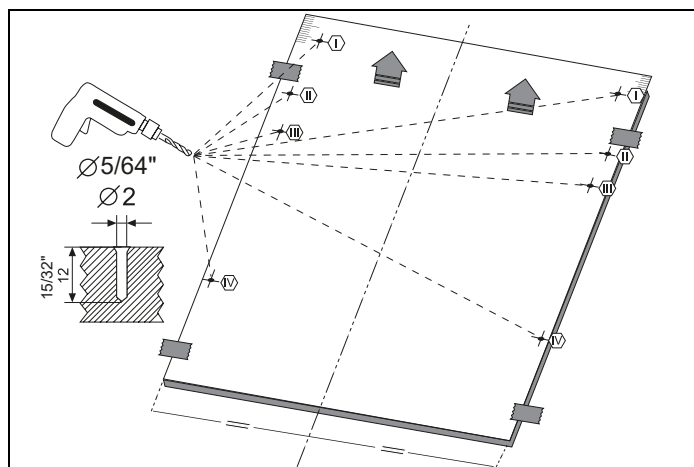

Fig. 26
- 3) Como se muestra en Fig. 26 , el orificio para los tornillos se abre hacia la puerta exterior desde los puntos marcados en el plano de instalación. Diámetro de la broca: 5/64" (2 mm) Profundidad de la broca: 15/32" (12 mm)